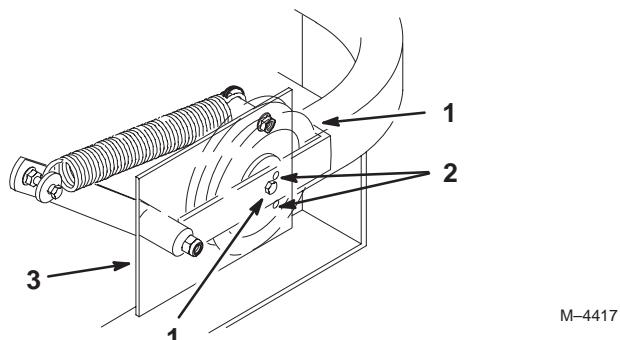

Figure 75
Important Vérifiez que la courroie est bien en place dans les guides avant et arrière (Fig. 75).
4. Vérifiez la tension de la courroie. Le boulon central de la poulie de tension rappelée par ressort doit se trouver près du trou d'alignement supérieur de la plaque de support gauche (Fig. 75).